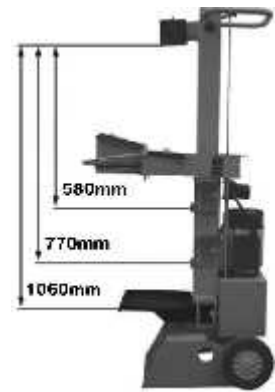

Fig.10
4.2.2.3- Regolazione dell'altezza di lavoro della tavola (Fig.10)